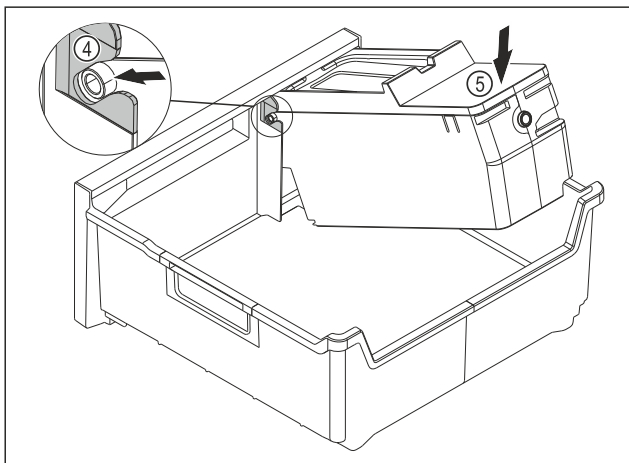

Fig. 95
- ▶ Montirajte glavni del EasyTwist-Ice: Osi glavnega dela EasyTwist-Icepotisnite v vodila Fig. 95 (4).
- ▶ Glavni del EasyTwist-Ice Fig. 95 (5) potisnite zadaj navzdol.